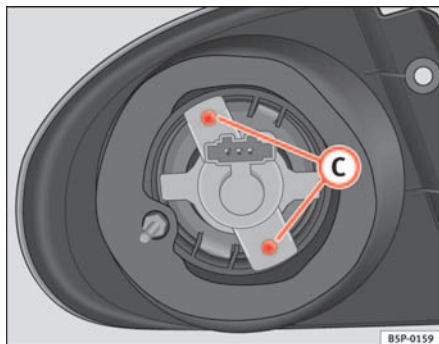

Abb. 190 Blinklicht
- Drehen Sie die Schrauben ⇒ Seite 265, Abb. 190 **C** der Lampenfassung heraus und ziehen Sie diese heraus.
- Drehen Sie die Schrauben ⇒ Abb. 190 **C** der Lampenfassung heraus und ziehen Sie diese heraus.